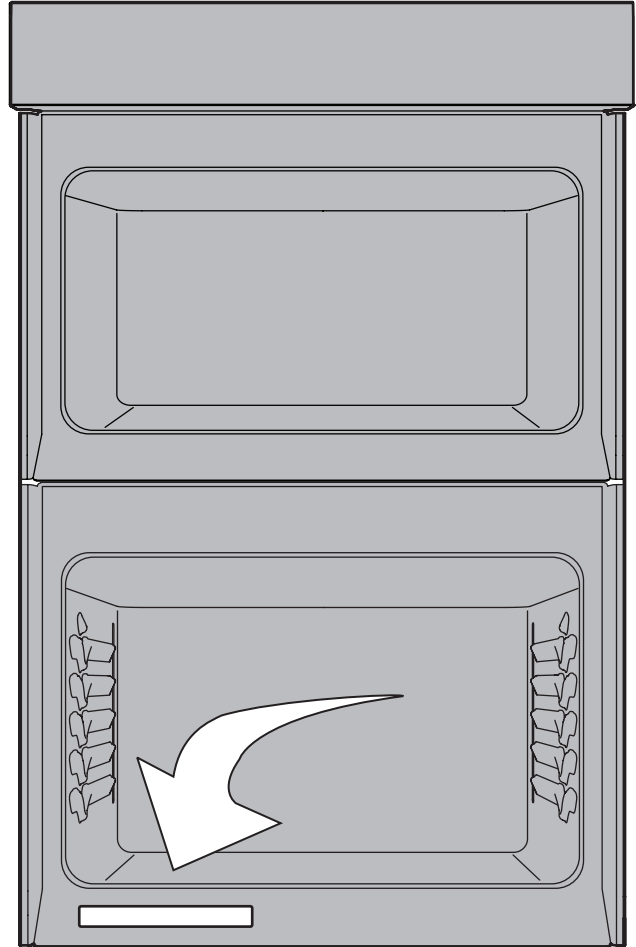

**Figure 4: Caja de empalme de conexión a tierra de 4 cables**
Si se utiliza el horno en una instalación de circuito de bifurcación nueva (1996 NEC), casas rodantes, vehículos recreativos, o donde los códigos locales NO permiten la conexión a tierra a través del cable neutro (blanco), el marco del electrodoméstico NO DEBE conectarse al cable neutro del sistema eléctrico de 4 cables (vea la Figure 4):
3. En la caja de empalme: conecte el electrodoméstico y los cables del suministro eléctrico como se muestra en Figure 4.